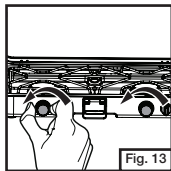
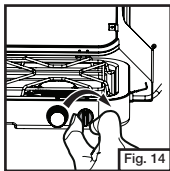

Fig. 13
Fig. 14
- Abra completamente la válvula del quemador girando en sentido contrario a las agujas del reloj y gire repetidamente el mando de encendido hasta que oiga un “clic”, dejando que el mando de encendido vuelva al centro antes de volver a girar. Realice esta acción hasta que el quemador se encienda. (Fig. 13 & Fig. 14)